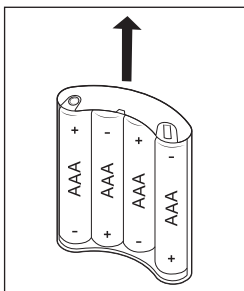

Bild 3
6. För in batterihållaren **15** i batterifacket **14** igen. För alltid in batterihållaren **15** med kontakterna först i batterifacket **14** (se bild 3 och 4).